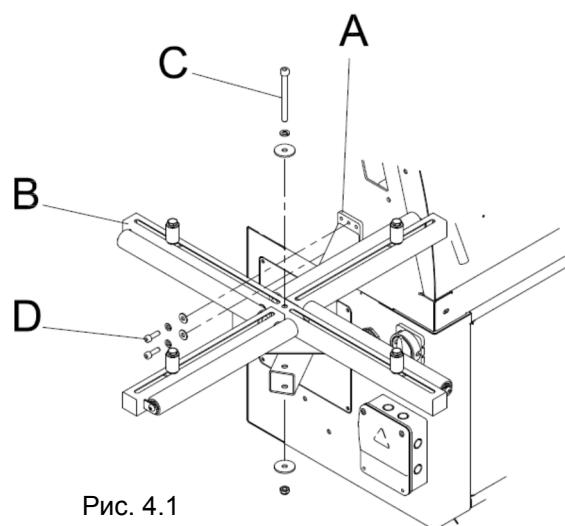

Рис. 4.1
- При транспортировке опорная платформа для катушки может быть отсоединена от станка и поставляться отдельно (Рис. 4.1).